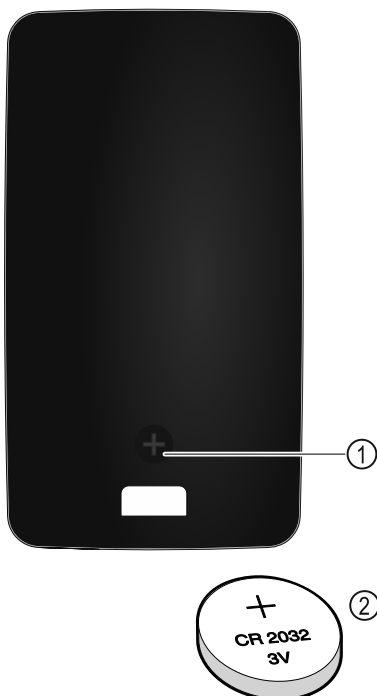

Fig. 149
Kaugjuhtimissüsteemi vooluvarustus toimib patareilt tüüp CR 2032 3V Fig. 149 (2), mis on saadaval erialakaubanduses.
- ▶ Keerake kruvi Fig. 149 (1) kaugjuhtimispuldi tagaküljel välja.